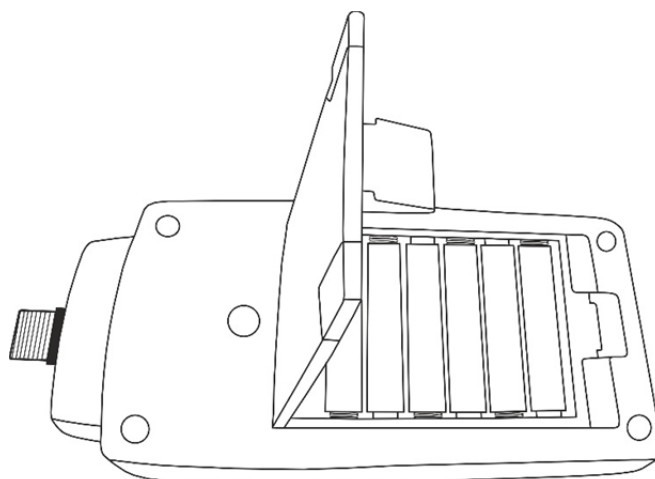

Fig. 16: Substituição das pilhas internas
2. Levantar o suporte, premir a lingueta da cobertura do compartimento das pilhas para o abrir (ver Fig. 16)